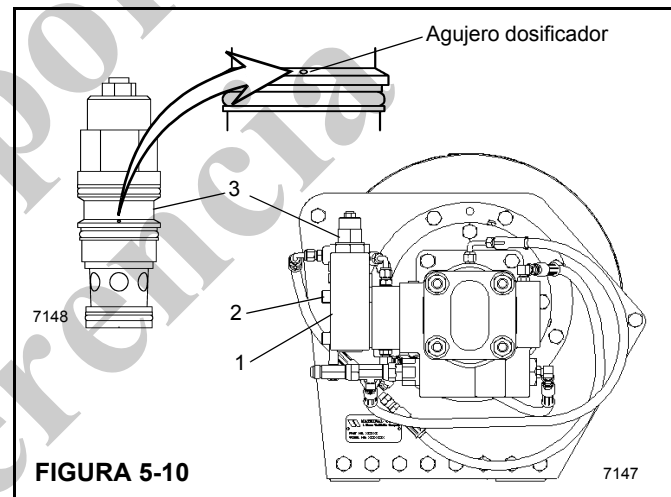

FIGURA 5-10
1. Retire la manguera y el bloque de válvula equilibradora (42) del conjunto del motor.
2. Para retirar el bloque de válvula equilibradora (42), suelte y retire los 4 pernos (55).
3. Retire la válvula equilibradora (58) del bloque e inspeccione el agujero dosificador pequeño en el costado de la válvula de cartucho para comprobar que no está obstruido (Figura 5-10). También revise los anillos "O" para asegurar que no estén cortados ni aplastados.